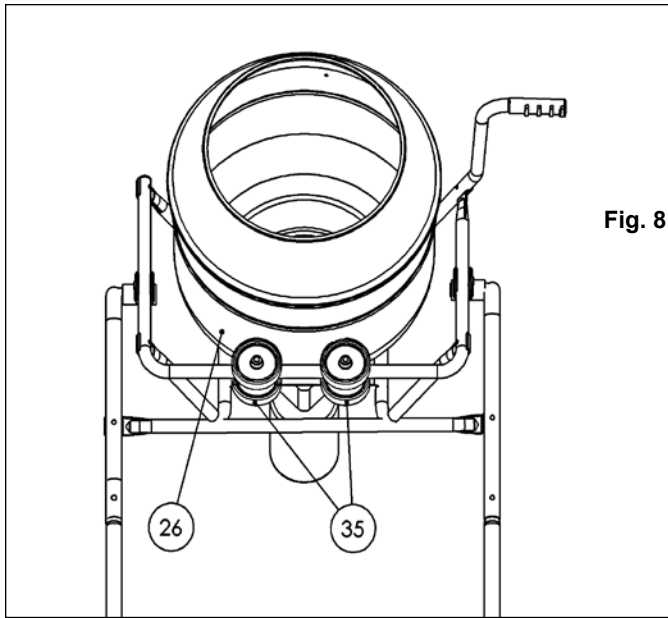

Fig. 8
- 3c) Refiérase a las Fig. 1, 7 y 8. Póngase de pie frente a la mezcladora (Fig. 8) y revise que el conjunto del tambor (26) esté centrado con relación a las ruedas de su soporte (35). Centre las ruedas presionándolas contra la placa del motor (Fig. 7). Luego ajuste los elementos de fijación de de la placa base (Fig. 1) y todos demás. Podría existir una separación entre el conjunto del tambor (26) y las ruedas (35) de su soporte. Esto es normal cuando la mezcladora está descargada.